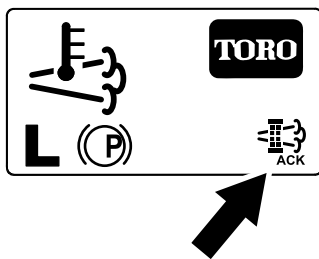

Figura 58
8. L'InfoCenter visualizza la schermata Home e l'icona della rigenerazione (Figura 58) è presente nell'angolo in basso a destra della schermata mentre la rigenerazione procede.